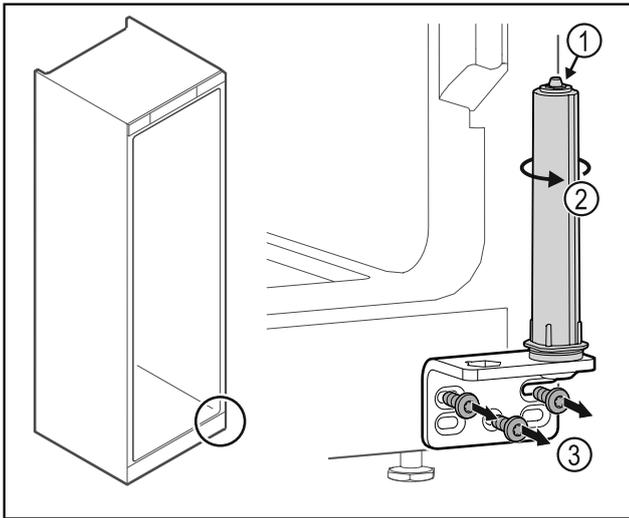

Fig. 18
► No desensamblar el sistema de cierre de la puerta Fig. 18 (1).
- ▶ Girar el sistema de cierre Fig. 18 (2) hasta que haga clic.
- ▶ Desatornillar la escuadra de bisagra Fig. 18 (3).